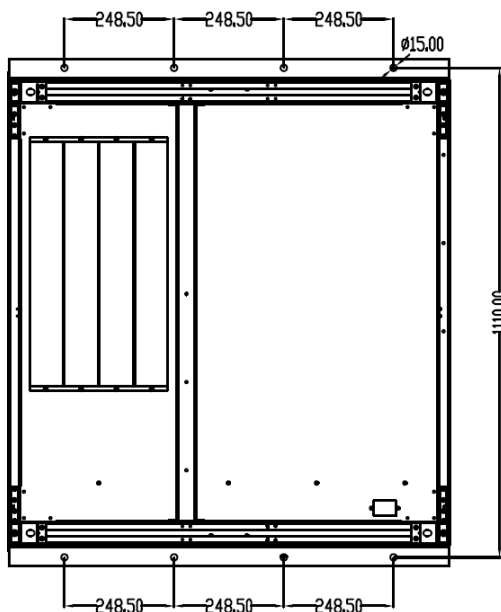

Figura 3-8 Dibujos dimensionales del dispositivo de fijación sísmica
- 2) Determine la posición de instalación del armario y dibuje los orificios de instalación en la superficie de instalación de acuerdo con el diagrama de dimensiones del dispositivo de fijación sísmica y del equipo. El diagrama de dimensiones del dispositivo de fijación sísmica y del equipo se muestra en la Figura 3-8: